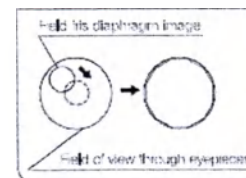

Рис. 16
1. Используйте объектив 10X для фокусировки на образце, затем поверните кольцо ирисовой диафрагмы (1) против часовой стрелки до затемнения линзы диафрагмой, до минимального размера.
2. Поворачивая ручку регулировки высоты конденсора (2), сделайте изображение полевой ирисовой диафрагмы четким.
3. Поворачивайте две ручки, центрующие конденсор (3), регулируя их, так, чтобы полевая ирисовая диафрагма попала в центр поля зрения (рис 15 – 16).
4. Проверьте центрирование, откройте полевую ирисовую диафрагму до того, как изображение достигнет границ поля зрения. Если изображение точно не вписывается в поле зрения, отцентрируйте заново (рис. 16).